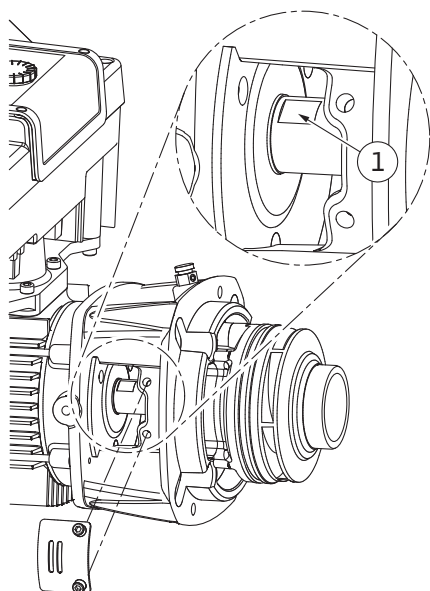

Fig. 105: Ključne površine na gredi
14. Viličasti ključ (širina zeva 22 mm) vstavite v odprtino laterne in držite gred na površinah ključa (Fig. 105, poz. 1). Izvijte matico tekača (Fig. I, poz. 22). Tekoč (Fig. I, poz. 21) se avtomatsko sname z gredi.
- Viličasti ključ (širina zeva 22 mm) vstavite v odprtino laterne in držite gred na površinah ključa (Fig. 105, poz. 1).
- Viličasti ključ (širina zeva 32 mm) vstavite v odprtino laterne (Fig. IV, poz. 38) in držite gred na površinah ključa (Fig. 105, poz. 1). Montirajte tekač s podložko/-ami in matico. Zategnite matico. Pazite, da ne zamaknete in s tem poškodujete drsnega obročnega tesnila.